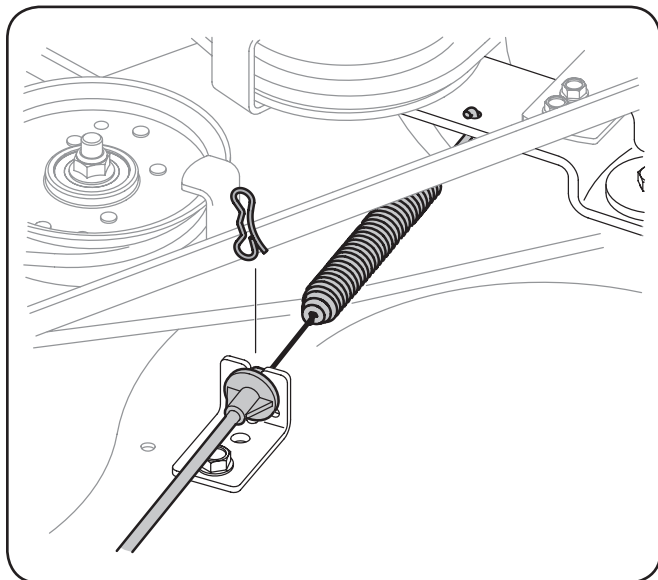

Figura 7-4
- Retire con cuidado la cubierta de participar cable de la parte trasera de la plataforma de corte mediante la eliminación de la pajarita clip de chaveta que lo sujeta. Retire el muelle del soporte rueda loca de la cubierta. Véase la Figura 7-4.
- c. Vuelva un colocar la cubierta de participar de cable. Véase la Figura 7-4.